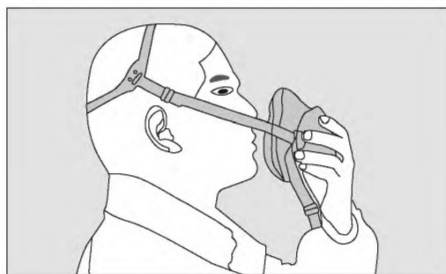

Figura 1
- 1) Coloque o elástico em volta da cabeça (Figura 1) .